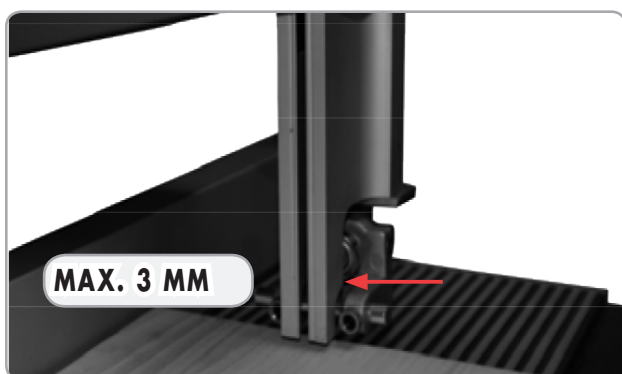

Fig.9
- Nu strângeți prea mult șurubul astfel încât protecția de benzi să se poată mișca liber (Fig.9).